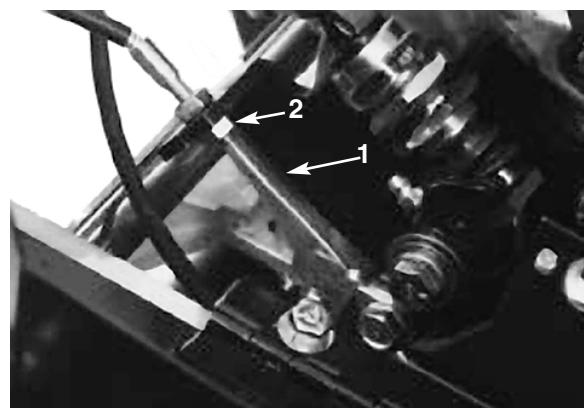

Fig. 35
3. Allentare il controdado del cavo anteriore per aumentare la tensione del cavo, e serrare il controdado del cavo posteriore (Fig. 35) finché non occorre una forza di 4–7 Nm per innestare il comando della trazione. Misurare la forza alla manopola di comando.
3. Per aumentare la tensione del cavo allentare il controdado del cavo anteriore e serrare il controdado del cavo posteriore (Fig. 35) finché non occorre una forza di 4–7 Nm per innestare il freno. Misurare la forza alla manopola della leva. Non regolare *eccessivamente* in modo che il nastro del freno tiri.